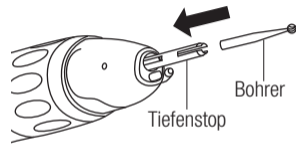

Abb. 3
- 2) Setzen Sie den Tiefenstop bis zum Anschlag in das Handstück ein. (Abb. 3)